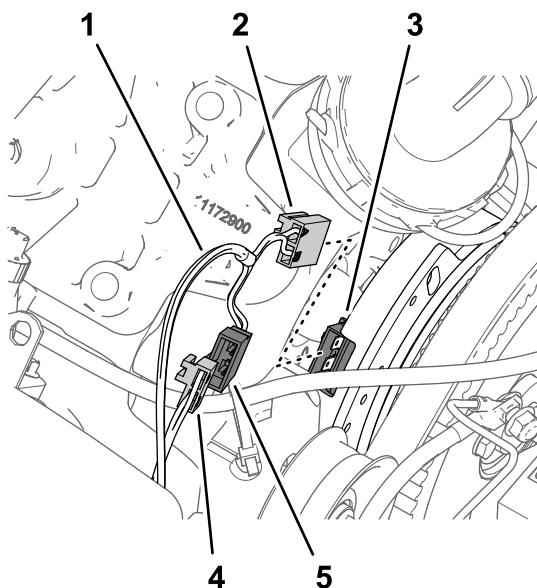

Figura 166
2. Conecte el conector de 2 pines del arnés de cables del kit (84 cm) marcado PUMP CLUTCH al conector hembra de 2 vías del arnés de cables de la máquina marcado SPRAY PUMP COIL (Figura 166).
3. Conecte el conector hembra de 2 vías del arnés de cables del kit marcado PUMP CLUTCH al conector de 2 pines del alternador (Figura 166).